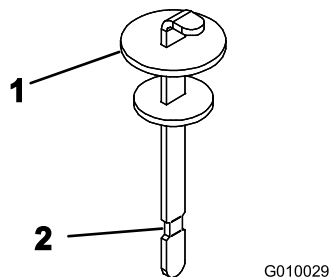

Bild 19
4. Entfernen Sie den Peilstab aus dem Einfüllstutzen und wischen ihn mit einem sauberen Lappen ab. Stecken Sie den Peilstab in den Einfüllstutzen und ziehen ihn dann heraus, um den Ölstand zu prüfen. Der Ölstand sollte bei der Marke am Peilstab liegen (Bild 19).